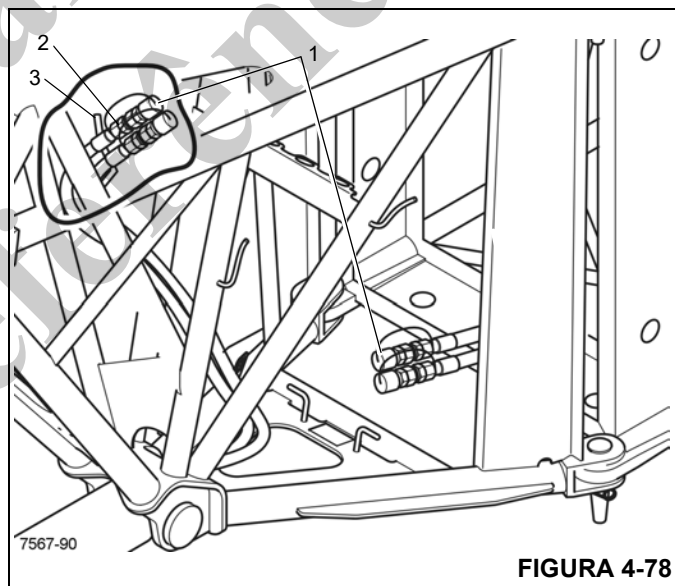

FIGURA 4-78
2. Instale tampas de proteção (1) (Figura 4-78) nas extremidades da mangueira.